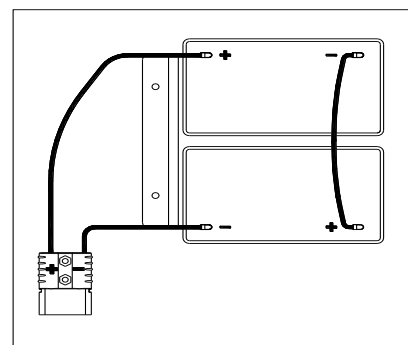

Рисунок 3
Машине требуется две 12В батареи, подключенные в соответствии с Рис. 3.
- Откройте крышку бака грязной воды (4) и убедитесь, что бак (3) пустой; в противном случае слейте его при помощи сливного шланга (15).
- Закройте крышку бака грязной воды (4).
- Аккуратно переверните бак (3).
- Направьте и установите кабель батарей, как показано на (Рис. 3), затем аккуратно зафиксируйте гайку на каждом выводе батарей.
- Аккуратно опустите бак грязной воды (3).